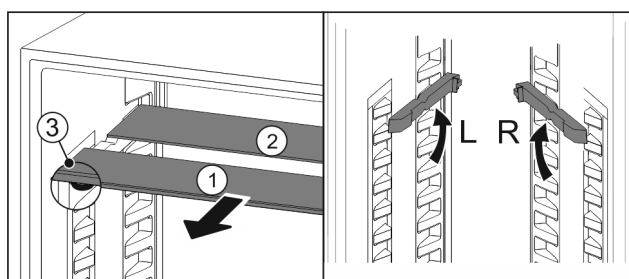

Fig. 31
- ▶ estrarre i ripiani di vetro singolarmente tirando in avanti Fig. 31 (1).
- ▷ Il piano in vetro Fig. 31 (1) con il motivo ornamentale è nella parte anteriore.
- ▷ I fermi Fig. 31 (3) sono rivolti verso il basso.